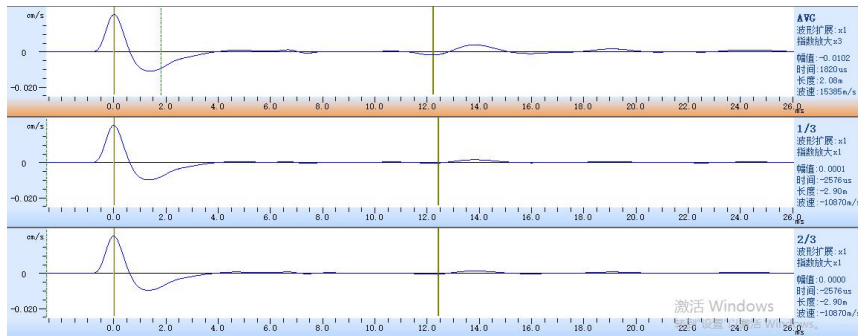

图 3-13 多通道显示界面
②多波形：打开分析软件默认为 3 通道波形显示界面，如图 3-13 所示；在单波形界面下，双击波形也可进入该界面。